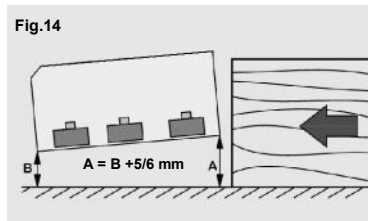

Fig.14
Nel caso di utilizzo dell'avanzamento in **“posizione orizzontale”** (Fig.14), la distanza (B) tra il rullo di uscita e il piano della macchina utensile deve risultare di 5-6 mm inferiore alla distanza (A) tra il rullo di entrata e il piano della macchina utensile.